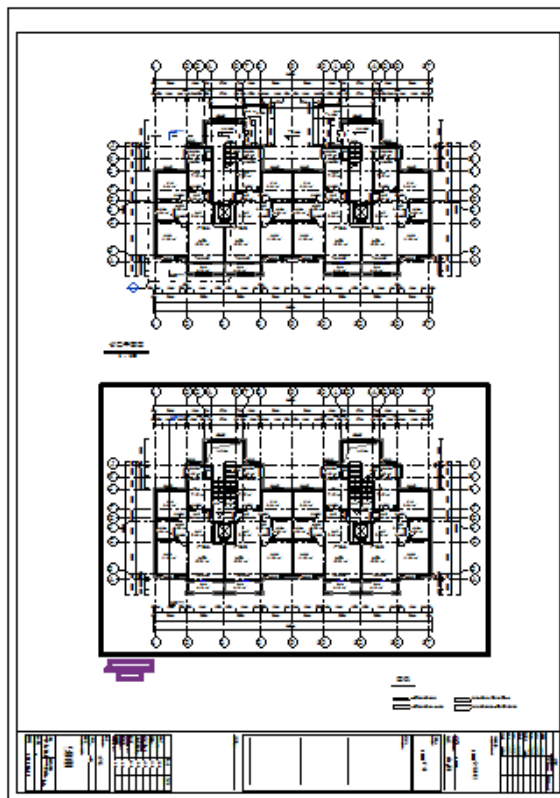

图 8-11
- 3) 添加图名：选择平面视图 F1，点击“图元属性”修改其属性中“图纸上的标题”为“首层平面图”，相同操作，修改平面视图 F2 属性中“图纸上的标题”为“二层平面图”。拖拽图纸标题到合适位置，并调整标题文字底线到适合标题的长度，完成结果(如图 8-11 所示)。